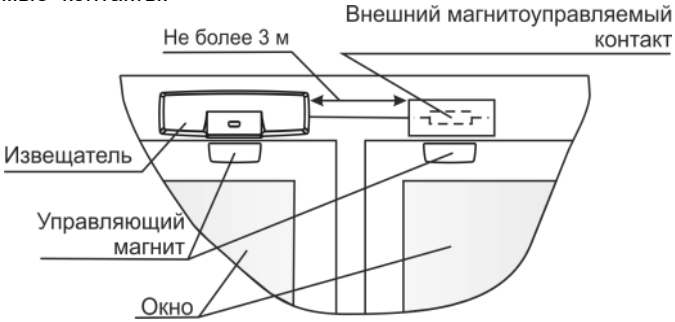

Рисунок 4
8.1.3 Вариант размещения извещателя на окне (рисунок 4)
г) Для контроля **встроенного и внешних** магнитоуправляемых контактов (рисунок 4) установить перемычку на вилку **Ext**.